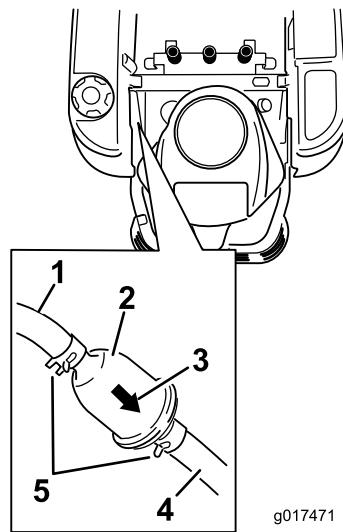

Figura 38
3. Localice el filtro de combustible en el lado izquierdo del motor, según se muestra en Figura 38.
4. Apriete los extremos de las abrazaderas y deslícelas por la manguera alejándolas del filtro (Figura 38).
6. Instale un filtro nuevo — la flecha que indica el sentido de flujo debe apuntar hacia el motor. Acerque las abrazaderas al filtro (Figura 38) para sujetarlo.